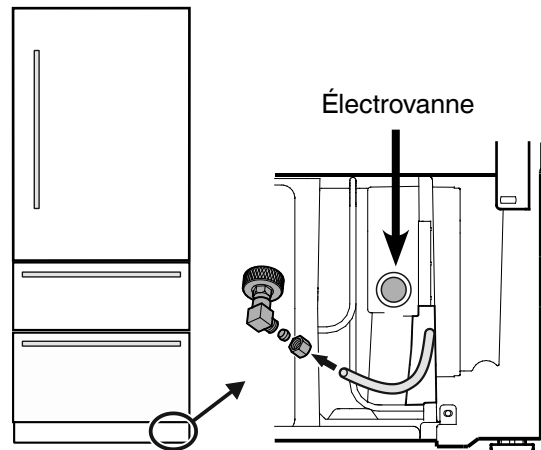

Figure 19
5. Retirer le couvercle de l'électrovanne (**Figure 19**).
6. Connecter le conduit d'eau à l'adaptateur dans la configuration correspondante, selon le type de conduit d'alimentation en eau utilisé. La Figure 19 illustre comme exemple la configuration comportant un conduit en cuivre.